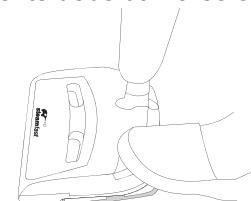

Figura 1
- Para activar el cepillo barredor, presione el botón de energía del cepillo barredor (Figura 1). Barra bien toda la superficie para eliminar los desechos.